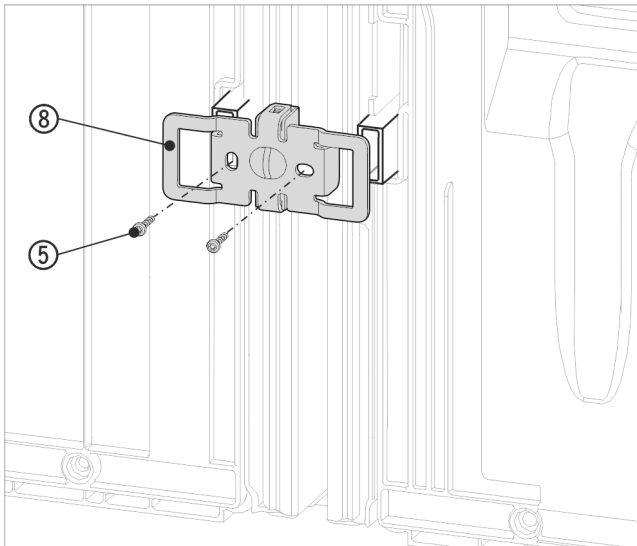

Fig. 18 Esimerkkikuva
- Työnnä kulma Fig. 18 (8) uudelleen aukkoineen seinäväliseen kiinnitykselle.
- Ruuvaa kiinni 2 ruuvilla Fig. 18 (5).